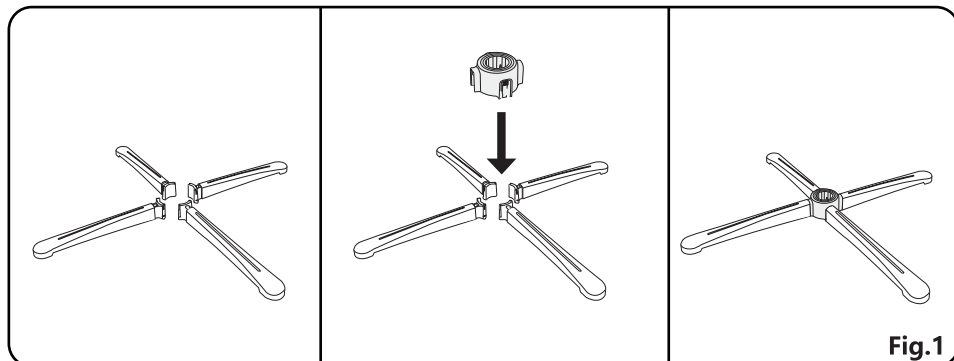

Fig.1
1. Posez les quatre supports à plat avec l'avant vers le haut, comme le montre la figure. Assemblez ensuite les supports dans les fentes du connecteur.(Fig. 1)